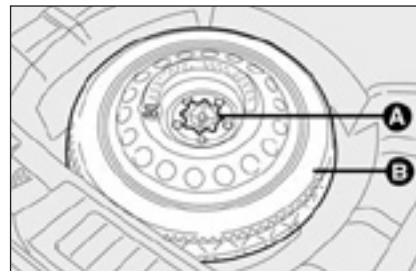

рис. 4
- ☐ Ослабьте крепление **А-рис. 4**;
- ☐ Снимите запасное колесо **В-рис. 4** для того, чтобы достать инструменты **С-рис. 5**;